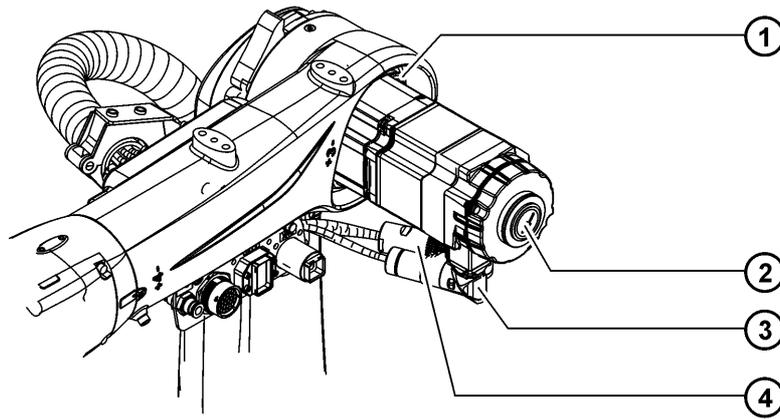

Fig. 10-7: Démontage du moteur A3
3. Desserrer et retirer les connecteurs XM3 et XP3 aux connecteurs femelles (>>> Fig. 10-7).